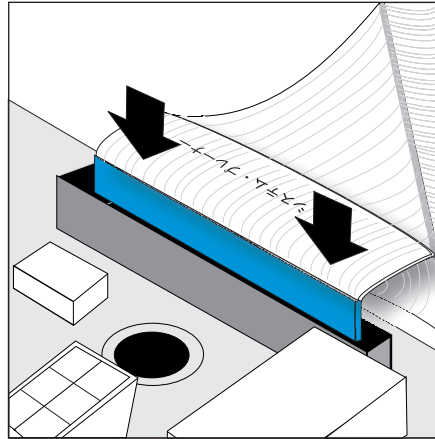

図 67. SAN ボリューム・コントローラー 2145-4F2 システム・ボードへのサービス・コントローラー・ケーブルの取り付け
11. ケーブルを再び取り付けるには、ケーブルがまっすぐに装着されるように注意して、システム・ボードにリボン・ケーブルの一端（「システム・プレーナー (System Planar)」のマークが付いている）を慎重に取り付けます。93ページの図 67を参照してください。